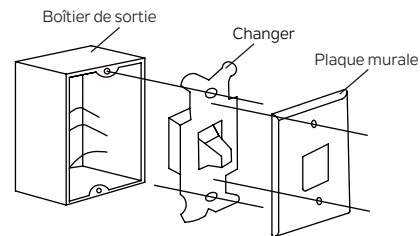

Fig. 17
Étape 1. Retirez la plaque murale existante et l'ancien interrupteur de la boîte de sortie murale. Débranchez les fils. (Fig. 17)